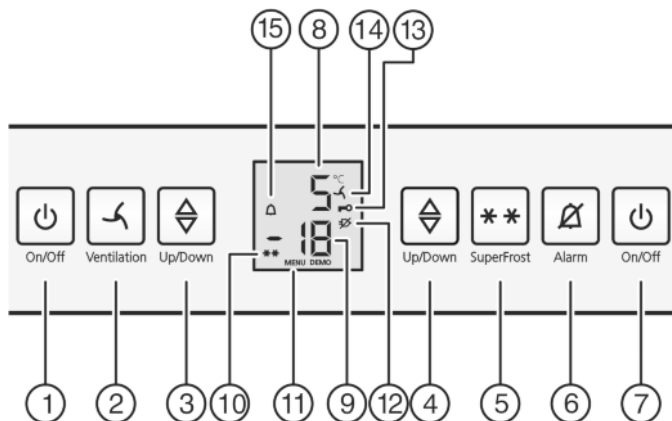

Fig. 2
- Druk op de toets On/Off van het vriesgedeelte Fig. 2 (7).
- Druk op de toets On/Off van het koelgedeelte Fig. 2 (1).
- Instelmodus activeren: Druk de toets SuperFrost Fig. 2 (5) gedurende ca. 5 seconden in.
- ▷ Op de display wordt het symbool Menu Fig. 2 (11) weergegeven.
- Met de toets SuperFrost Fig. 2 (5) kort bevestigen.
- ▷ Het symbool Kinderbeveiliging Fig. 2 (13) op de display gaat branden.
- Druk de toets On/Off van het vriesgedeelte Fig. 2 (7) kort in.
- ▷ Het symbool Kinderbeveiliging Fig. 2 (13) gaat uit.
- ▶ Toets Alarm *Fig. 2 (6)* indrukken.
Tegelijkertijd knipperen de temperatuurdisplay en het symbool Alarm *Fig. 2 (15)*.
Het akoestisch alarm stopt automatisch, het symbool Alarm *Fig. 2 (15)* gaat uit en de temperatuurdisplay houdt op met knipperen, wanneer de temperatuur weer laag genoeg is.